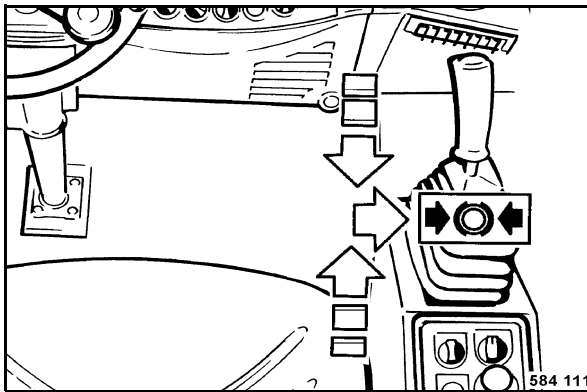

fig. 59
- Ramener lentement le levier de commande de marche (fig. 59) sur position neutre puis l'engranger vers la droite sur position de freinage.